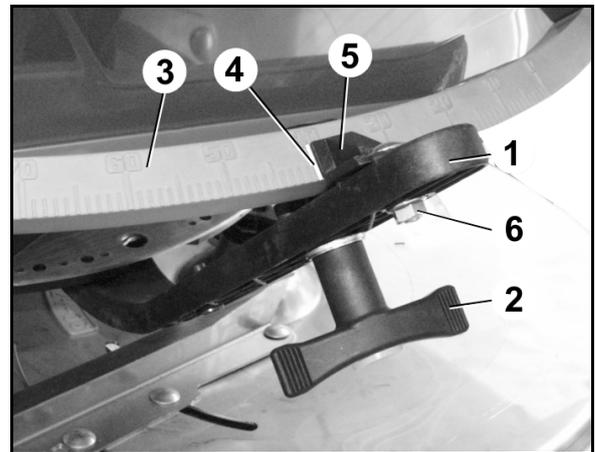

图 80
2. 用操纵杆 (图 80/1) 打开定量滑门。
4. 转动刻度尺 (图 80/3) 上的操纵杆, 直至其碰到销栓停止。
5. 用转柄 (图 80/2) 固定操纵杆。
6. 拧开六角螺栓 (图 80/6)。将指针 (图 80/5) 对准刻度值 8 并用六角螺栓固定。指针的读取边是 (图 80/4)。